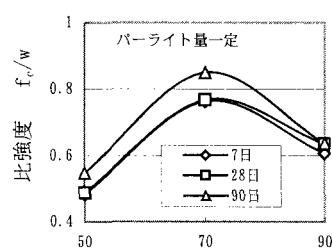
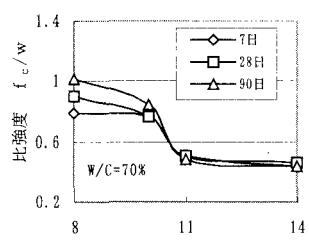

図9 水セメント比と比強度の関係
図10 P/Cと比強度の関係
4.5 強度比 強度比を図9及び図10に示す。W/C=70%のとき比強度が最も大きな値を示した。P/C=8のとき比強度は大きくなり10以上では減少した。